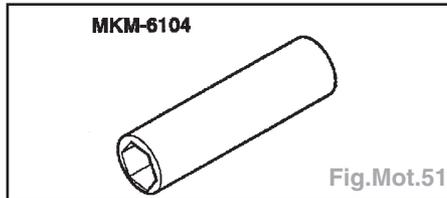

Fig.Mot.51
- Outil nécessaire (Fig.Mot.51) :